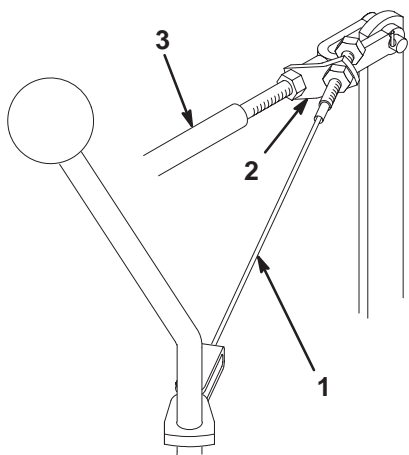

Figure 51
1. Desserrez l'écrou de blocage avant qui fixe l'ensemble câble au support de la tige de commande de tonte/relevage (Fig. 51).
3. Maintenez la tige de commande de tonte/relevage en arrière et serrez le contre-écrou arrière pour supprimer pratiquement tout le mou dans le câble (Fig. 51). Ne tendez pas le câble excessivement.